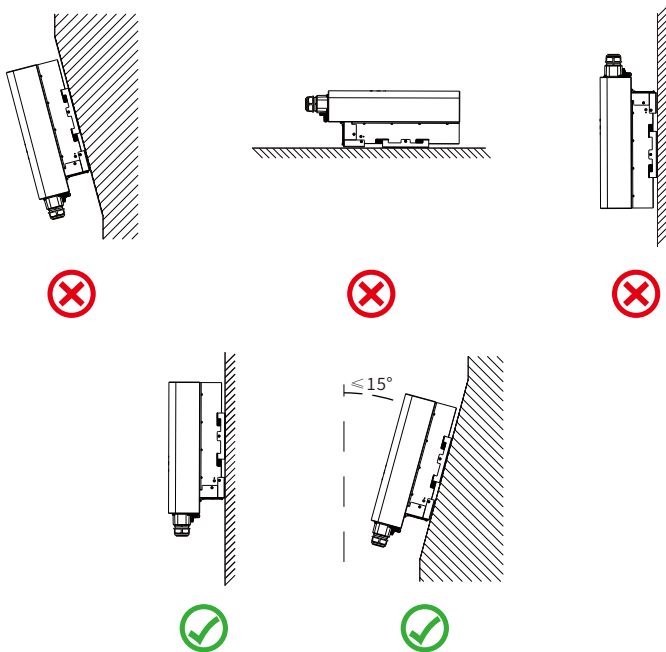

Figura 6. Ângulo de instalação
- Durante a instalação, não exceder uma inclinação de  $+15^\circ$ . Certifique-se que não haja inclinação lateral, caso contrário irá prejudicar o funcionamento do dissipador de calor, com isso, provocará uma diminuição na tensão de saída menor que a esperada. (Figura 6)